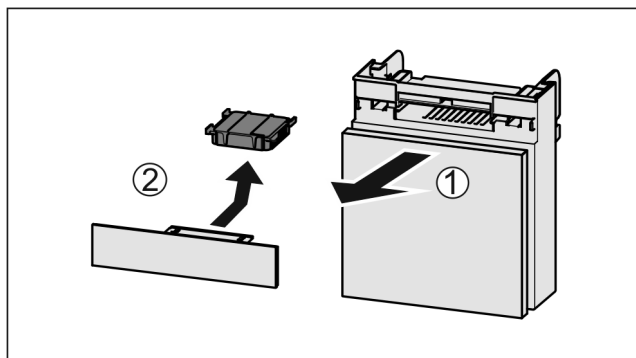

Fig. 98
- ▶ Estrarre il vano tirando in avanti Fig. 98 (1).
- ▶ Rimuovere il filtro a carboni attivi Fig. 98 (2).